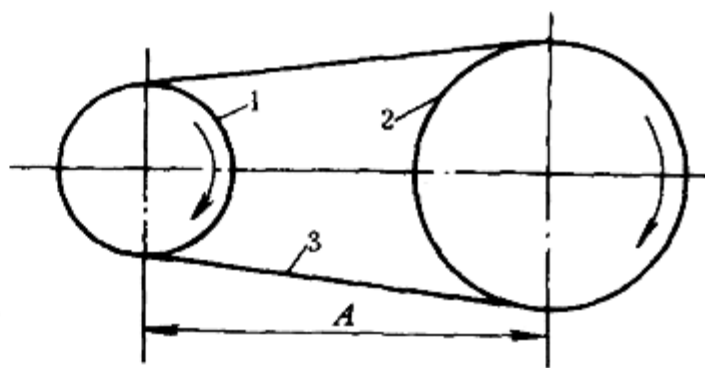

图 1-12 带传动
1) 带传动的工作原理 带呈封闭的环形，并以一定的初拉力（张紧力）紧套在两带轮上，使带与带轮相互压紧。主动轮回转时，靠传动带与带轮间的摩擦力使传动带运动；传动带又拖动装在从动轴上的从动轮回转，这样就实现了带传动。见图 1-12。
- ① 能缓和冲击和振动，具有吸振能力。
- ② 过载时传动带在轮上打滑，具有过载保护作用，可以避免其他零件的损坏。
③ 工作平稳，没有噪声。
④ 可用于两传动轴中心距较大的场合。
⑤ 结构简单，维护方便，容易制造，成本低廉。
- ① 不能保证准确的传动比。